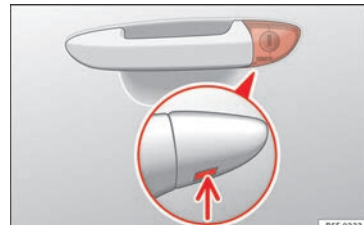

Bild 3 Förardörrs handtag: Dold låscylinder
- För in nyckeln i den nedre öppningen på förardörrhandtagets lock » **bild 3** (se pilen) och ta sedan bort locket uppåt.